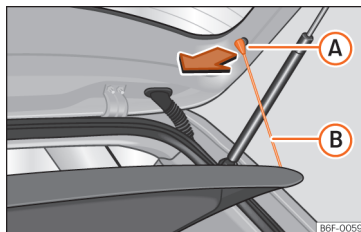

Fig. 174 Na bagageira: desmontar e montar a chapeleira.
- Desengate os tirantes de fixação »» Fig. 174 (B) dos alojamentos (A).
- Engate os tirantes de fixação »» Fig. 174 (B) na porta da bagageira.